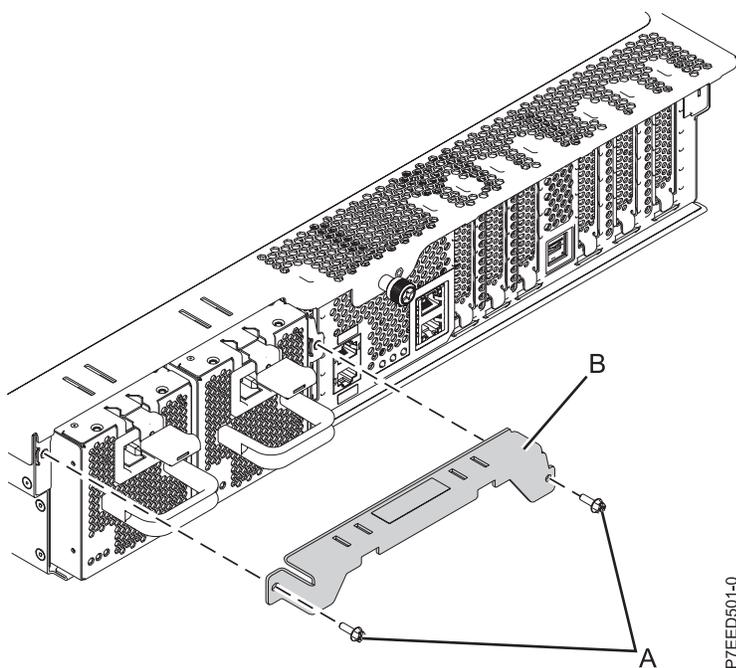

Figura 10. Extracción de la abrazadera de envío
- a. Quite los dos tornillos (A), tal como se muestra en la Figura 10.